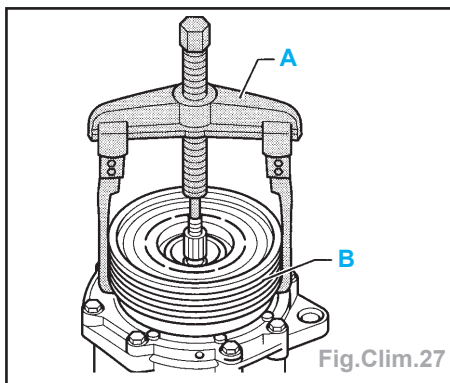

Fig.Clim.27
- Extraction (Fig.Clim.27)
**Remarque :** dans le cas où le disque d'embrayage serait bloqué, le soulever en faisant soigneusement levier à l'aide de deux tournevis (A).
**Extraction de la poulie de la courroie** (Fig.Clim.27).